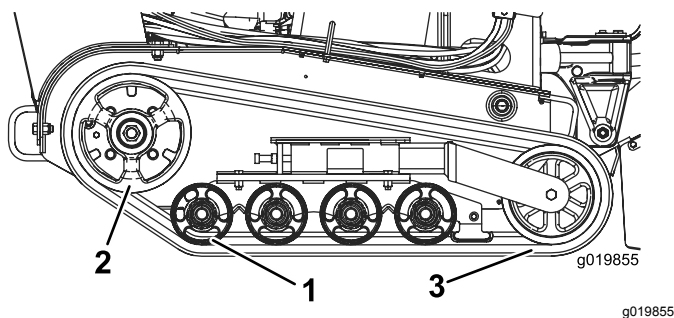

Bild 46
Wichtig: Reinigen Sie die Straßenräder und das Antriebsrad gründlich (Bild 46). Die Straßenräder sollten sich in sauberem Zustand ungehindert drehen.
8. Legen Sie die neue Kette, beginnend beim Antriebsrad, um das Rad und stellen Sie sicher, dass die Stollen an der Kette zwischen die Distanzstücke am Kettenrad passen (Bild 46).
9. Drücken Sie die Kette unter und zwischen das hintere und mittlere Straßenrad (Bild 46).